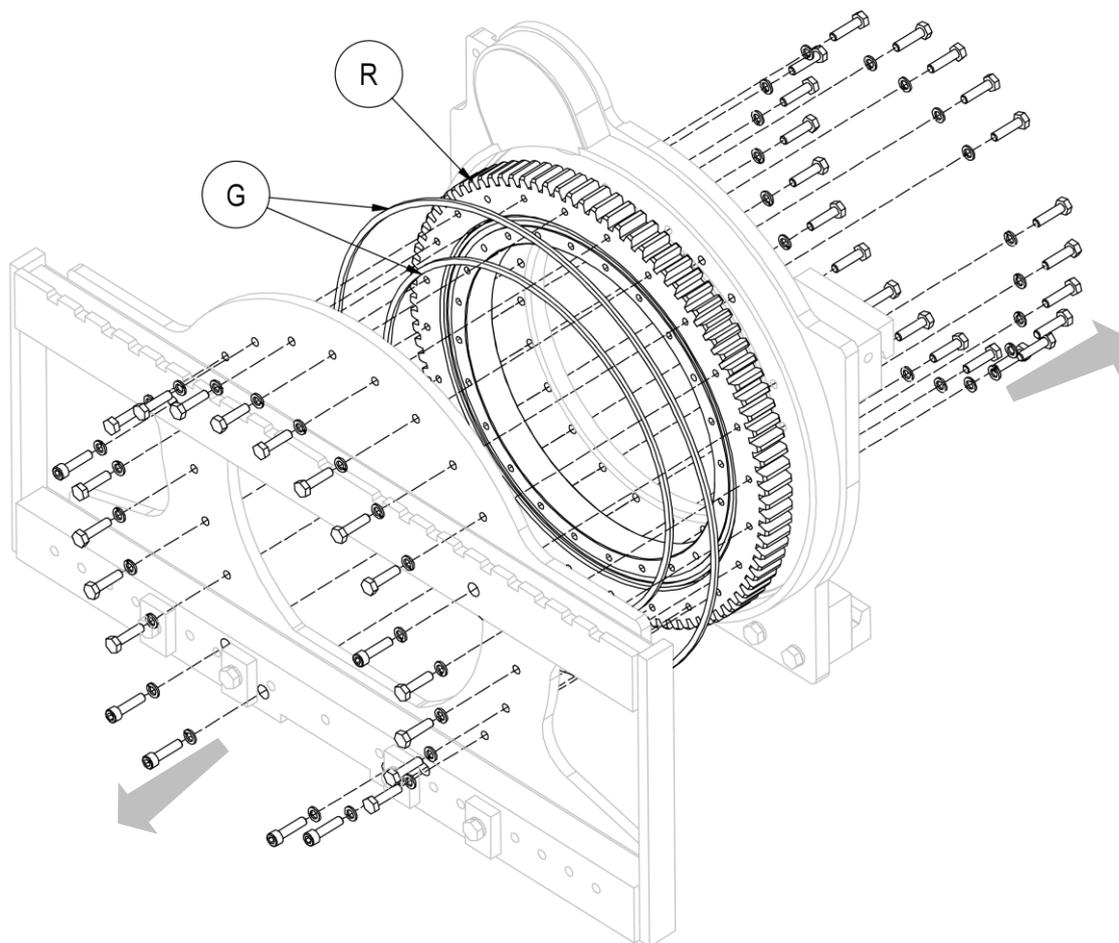

Figure 37
4. Retirer la partie avant du corps tournant, en s'assurant de soutenir de manière adéquate toutes les pièces afin de pouvoir effectuer l'opération en toute sécurité (voir Figure 37).
5. Pour pouvoir retirer la crapaudine R, il est nécessaire de retirer aussi les vis de la partie arrière de l'équipement (voir *Figure 37*).